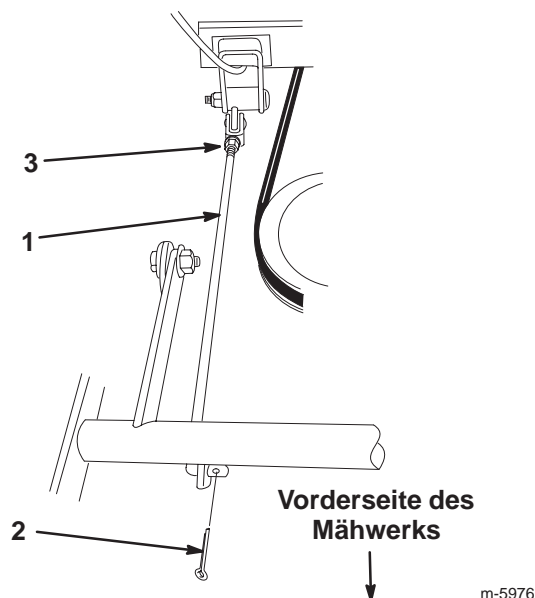

Bild 31
7. Entfernen Sie den Splint vorne an der Einstellstange (Bild 31).
8. Lösen Sie die Mutter hinten an der Einstellstange (Bild 31).